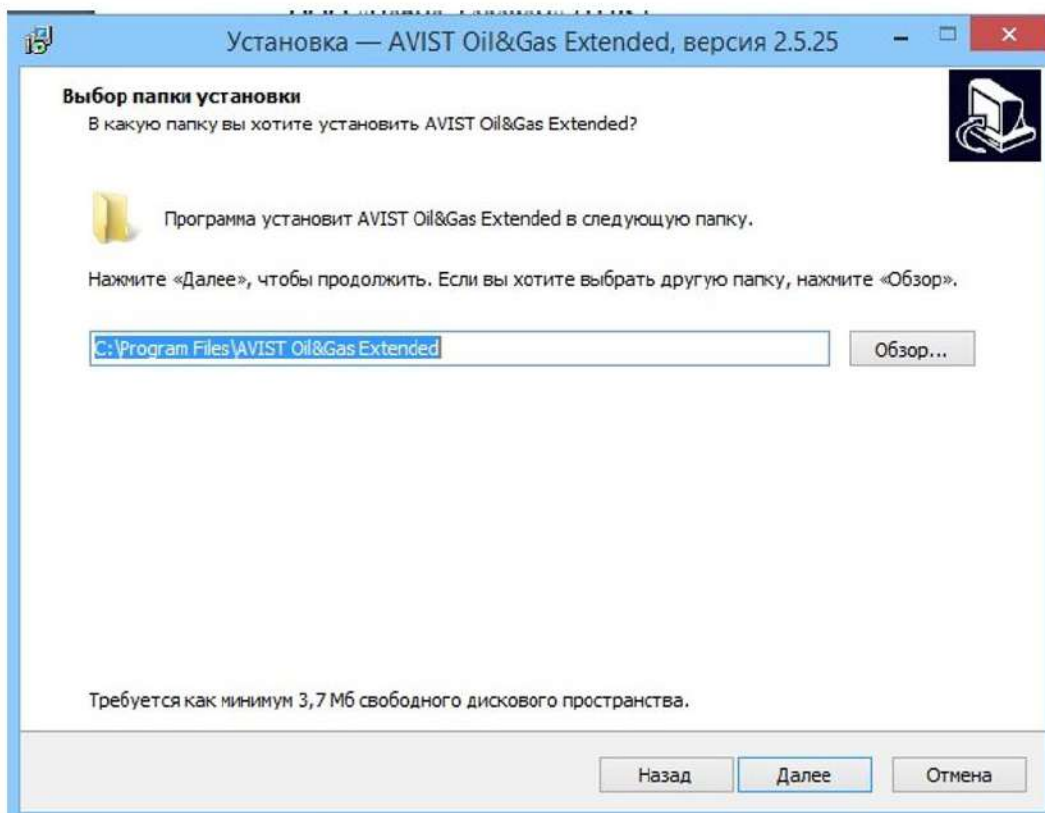

Рисунок 49 - Выбор папки установки
- 4) В следующем окне выбрать директорию, в которую будет установлен AVIST Oil&Gas Extended, директория определена по умолчанию, нажать кнопку «Далее» (Рисунок 49). Для изменения директория нажать кнопку «Обзор».